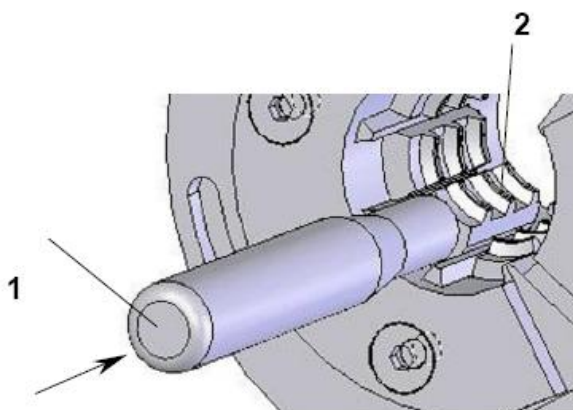

Рисунок 7
1. Вставьте инструмент для смены кулачков в специальное отверстие на кулачке (рис.7).